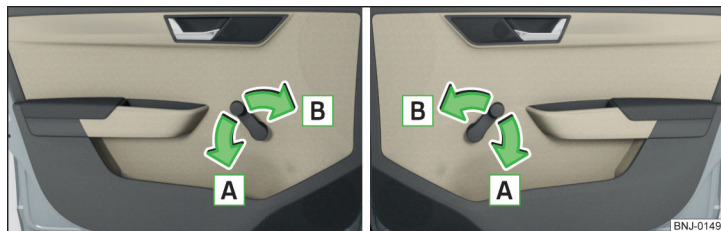

Fig. 38 Operación de las ventanas: izquierda/derecha
- Para **abrir**, girar la manivela en el sentido de la flecha **A** » **fig. 38**.